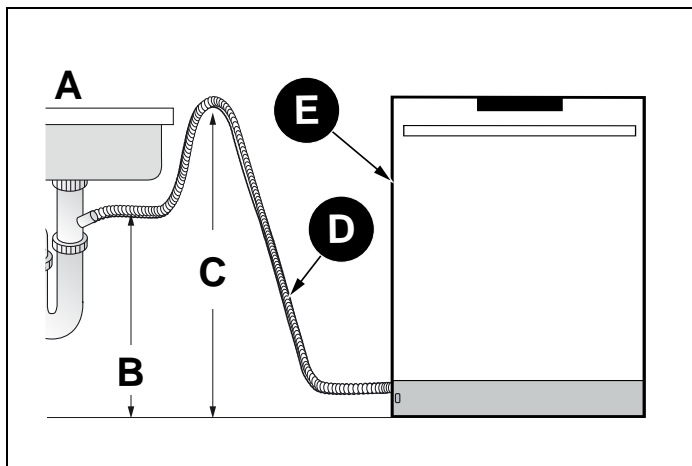

Fig. 20
5) Si no hay cámara de aire, asegúrese de suspender la parte central de la manguera de desagüe muy por encima de la base del armario del fregadero para evitar el reflujo (consulte Fig. 20).